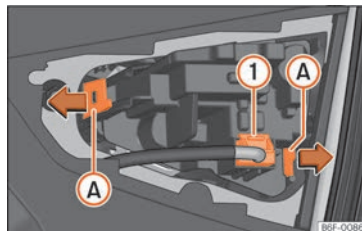

Fig. 173 Desmontar el portalámparas.
- Extraiga el conector de la lámpara >>> fig. 173 **1**.